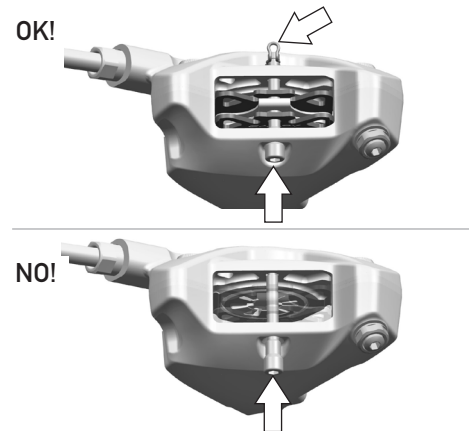

Fig.20
- Posição incorreta do parafuso que mantém as pastilhas na posição e/ou ausência de contrapino na extremidade do parafuso (Fig. 20).